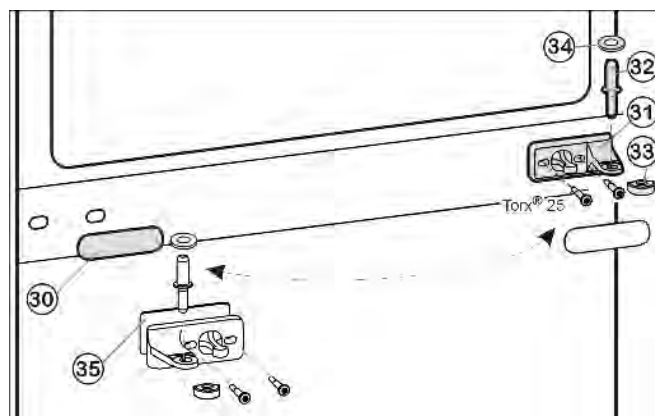
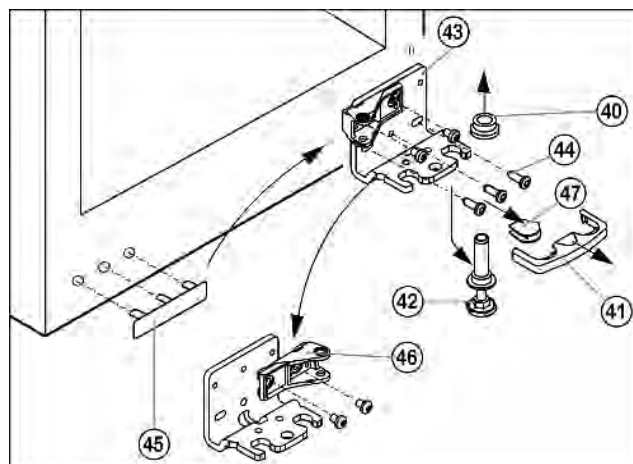

Fig. 11
Fig. 12
- ▶ Вытащите средний опорный палец Fig. 11 (32) с шайбой Fig. 11 (34) из опорного кронштейна и нижней дверцы.
- ▶ Пластмассовый колпачок Fig. 11 (33) снимите.
- ▶ Снимите средний опорный кронштейн Fig. 11 (31).
- ▶ Осторожно снимите накладку Fig. 11 (30).
- ▶ Прикрутите средний опорный кронштейн Fig. 11 (31) с поворотом на 180° на новую сторону шарнира (с моментом 4 Нм).
- ▶ Защелкните накладку Fig. 11 (30), повернув на 180°, на стороне, где теперь будет ручка.
- Предохранитель Fig. 12 (41) снимите движением вперед.
- Снимите крышку Fig. 12 (47).\*
- Полностью вверните регулируемую опору Fig. 12 (42).
- Вытяните опорный палец Fig. 12 (42) вниз и вперед. При этом следите за гнездом шарнира Fig. 12 (40).
- Открутите опорный кронштейн Fig. 12 (43) (3 шт. Torx 25) Fig. 12 (44).
- Осторожно снимите и переставьте на противоположную сторону крышку со стороны ручки Fig. 12 (45).
- Снова прикрутите нижний опорный кронштейн Fig. 12 (43) на новой стороне шарнира (**с моментом 4 Нм**). При необходимости используйте аккумуляторный шуруповерт.
- Открутите опорный кронштейн Fig. 12 (46) и снова прикрутите внутри с поворотом на 180°.
- Установите крышку Fig. 12 (47) на противоположной стороне.\*
- Предохранитель (41) нужно зафиксировать сбоку на кронштейне, чтобы опорный палец и двери были защищены от выпадения.
- Снова защелкните предохранитель (41) на опорном кронштейне.
- Наденьте гнездо шарнира Fig. 12 (40).
- Установите дверцу сверху на нижний опорный палец Fig. 12 (42).
- Снова наденьте пластмассовый колпачок Fig. 11 (33) на средний опорный кронштейн Fig. 11 (31).
- Вставьте средний опорный палец Fig. 11 (32) на новой стороне шарнира через средний опорный кронштейн Fig. 11 (31) в нижнюю дверцу.
- Установите шайбу Fig. 11 (34) на средний опорный палец Fig. 11 (32).
- ▶ Установите верхнюю дверцу на средний опорный палец Fig. 11 (32).
- ▶ При необходимости выровняйте дверцы через два продольных паза в нижнем опорном кронштейне Fig. 12 (43) и среднем опорном кронштейне Fig. 11 (31) параллельно корпусу устройства. Для этого выкрутите средний винт на нижнем опорном кронштейне Fig. 12 (43).